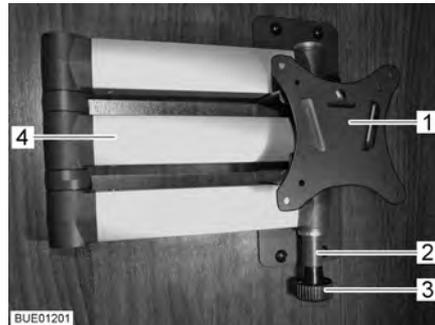

Fig. 62 Supporto con braccio snodato
- Tirare il bottone di sbloccaggio (Fig. 62,3). Il braccio snodato (Fig. 62,4) è sbloccato.
- Ruotare lo schermo piatto all'indietro nella sua posizione iniziale, finché il supporto (Fig. 62,1) non si innesta nel bloccaggio (Fig. 62,2).